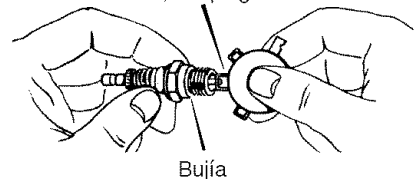

Figura 17
7. Ajuste el entrehierro de los electrodos de la bujía de repuesto a 0,030 pulg. (Figura 17).